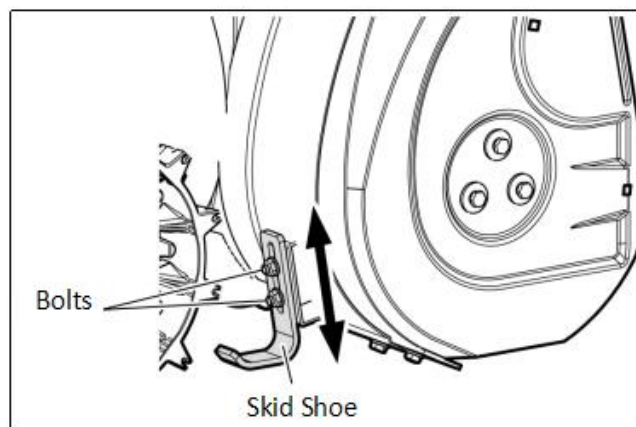

Abbildung 17
4. Lösen Sie die Schrauben der Gleitschuhe und stellen Sie die Gleitschuhe so ein, dass die Bodenfreiheit der Schnecke den empfohlenen Schneebedingungen entspricht. Stellen Sie die rechten und linken Gleitschuhe gleichmäßig ein. Ziehen Sie die Bolzen wieder fest. (Abbildung 17)